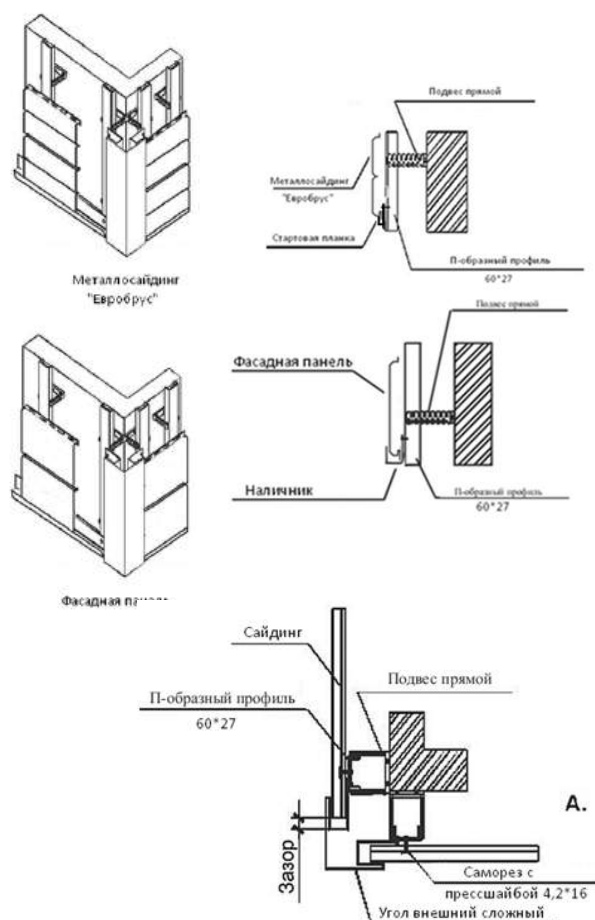

Рис. 7. Установка панелей
- При горизонтальном исполнении, монтаж панелей ведется снизу вверх. Вставьте первую панель основанием в стартовую планку (рис.7), затем закрепите саморезами верхний край панели, начиная от ее центра. Все последующие панели вставляются в уже смонтированные (рис. 7) и закрепляются аналогично.
- Устанавливайте саморез в центр отверстия, но плотно не закрепляйте, оставляя зазор около 0,8 мм, для возможного теплового перемещения материала. Обязательно проверяйте горизонтальность монтируемых панелей. Во избежание деформаций при температурном расширении необходимо оставлять зазор в 6-9 мм. между торцом панели сайдинга и вертикальными комплектующими (рис. 7).